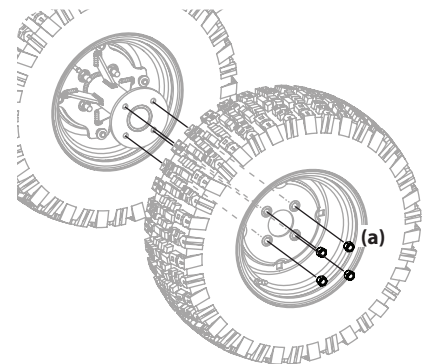

Figure 4-12
- Retirez les quatre écrous de roue et enlevez la roue. Voir Figure 4-12.